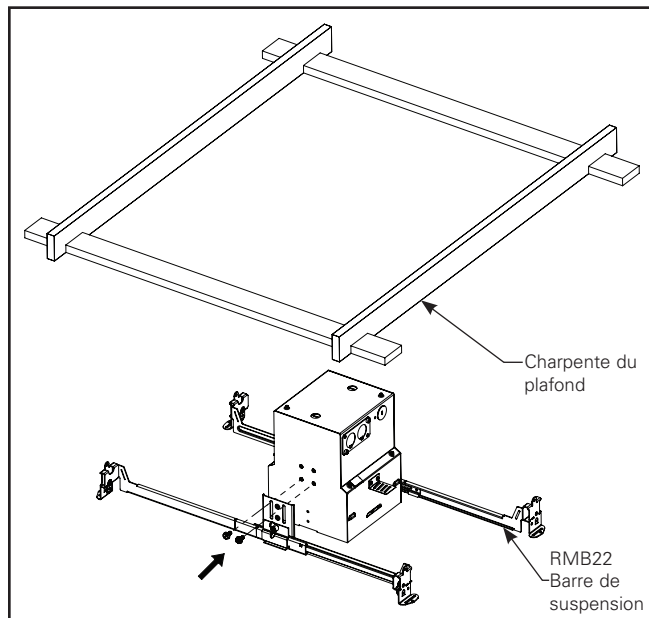

Figure 1.2.
2. Installez la section brute sur la charpente ou la structure du plafond à l'aide des supports de montage sur le côté du boîtier (Figure 1.2). Les barres se commandent séparément. Barres accessoires de Cooper Lighting offertes :